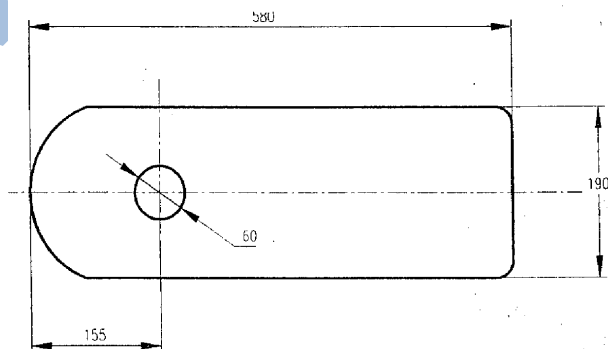

Рис. 4.1
4.1. Место для установки твердомера должно быть сухое и чистое, в пределах температуры от 15 до 28 градусов. Смотрите рис. 4.1 для определения размеров и положения твердомера.